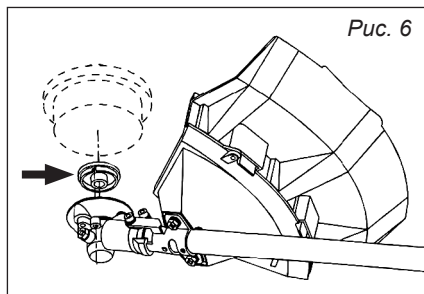

Рис. 6
- Зафиксируйте выходной вал через отверстие в корпусе и опорном фланце (рис. 6).